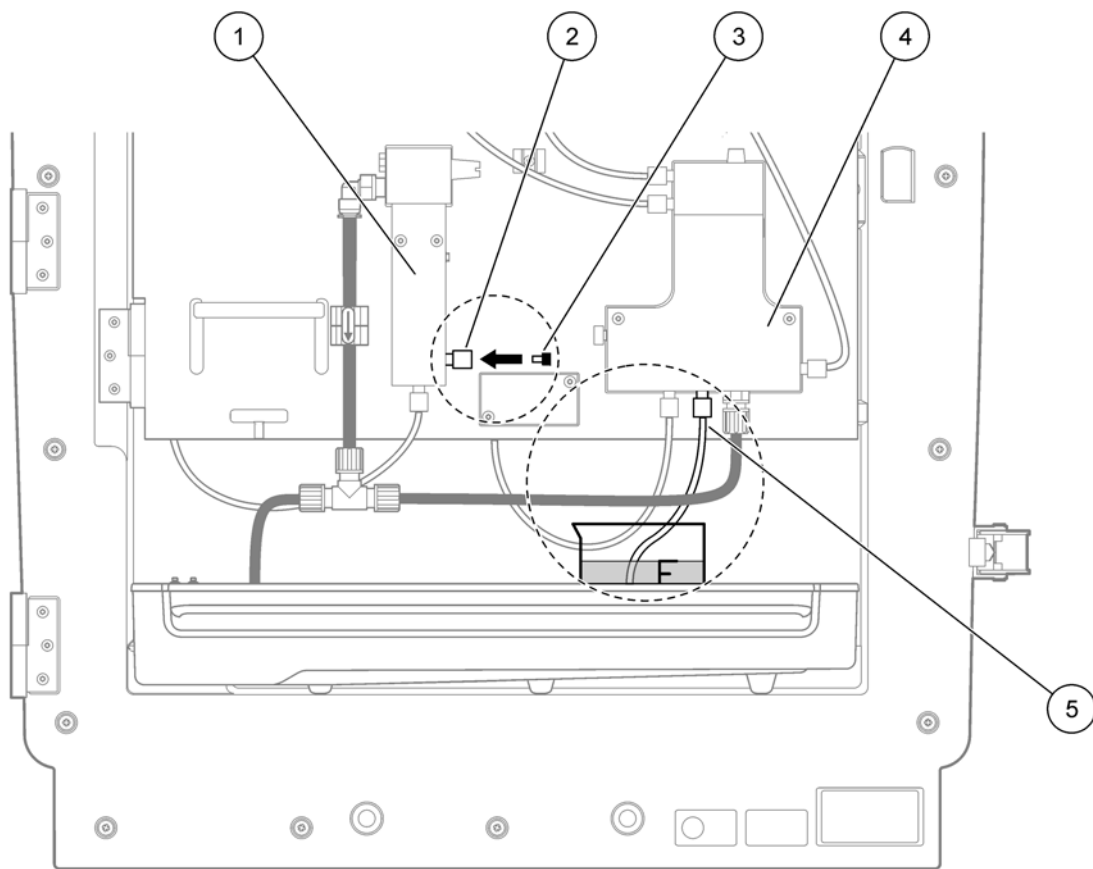

Рисунок 19 Модификация PHOSPAX sc
7. Нажмите ENTER (ввод), чтобы модифицировать анализатор (Рисунок 19 на стр. 54):